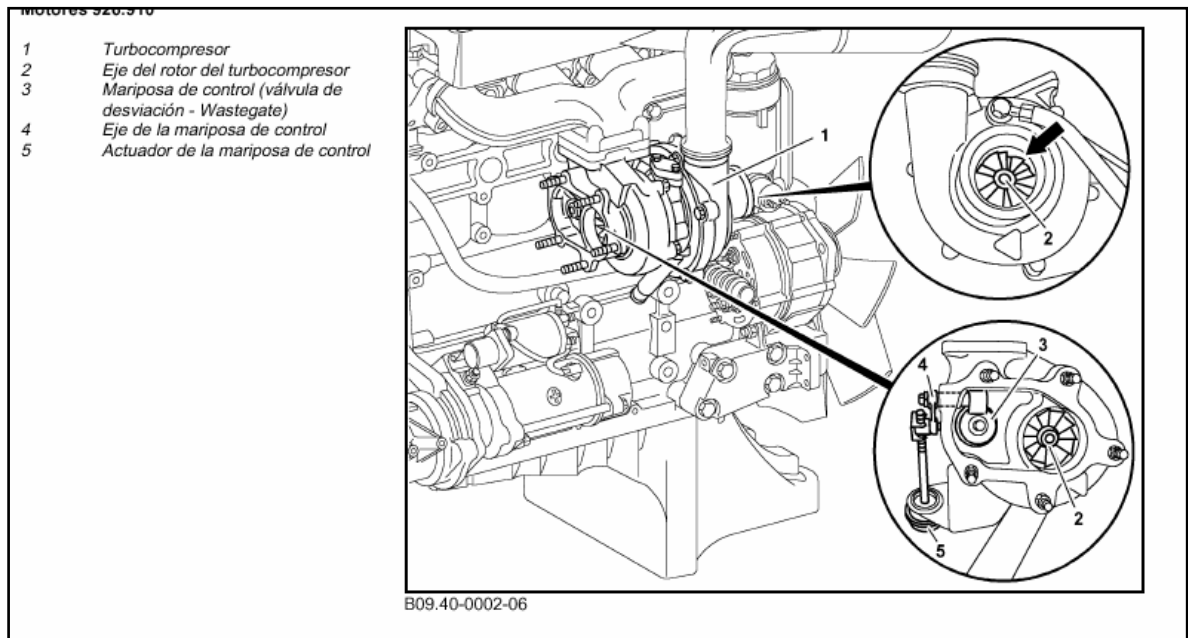

Figura 1. Turbocargador.
2. Desconecte la tubería de aire de la entrada al turbocargador y revise la rueda del compresor para verificar que no haya daños. Si la rueda está dañada ó si la rueda roza contra el armazón, reemplace el turbocargador. Vea la **Figura 1**.
3. Desconecte de la salida del turbocargador las tuberías del escape y revise la rueda de la turbina para verificar que no haya daños. Vea la **Figura 1**.